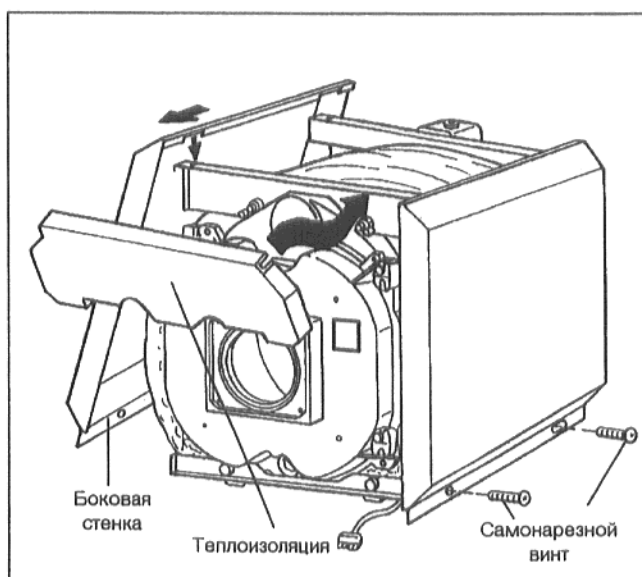

Рис. 30
- Надеть теплоизоляцию с прорезями на переднюю окантовку верхней траверсы (Рис. 30).
- Боковую стенку вставить вырезами в прорези верхних траверс и продвинуть вперед до упора (Рис. 30).
- Привинтить боковые стенки внизу к нижним траверсам, используя по два винта для листового металла (Рис. 30).
- Передний кожух установить между боковыми стенками таким образом, чтобы вырез попадал поверх траверс (Рис. 30).